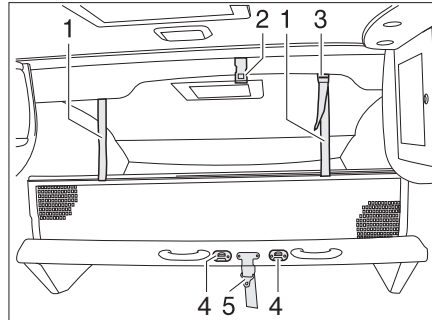

Fig. 151 Letto basculante, manuale
- Assicurare il letto basculante al soffitto (Fig. 151,2) mediante la cintura di ritegno (Fig. 151,5).
- Agganciare la scaletta di accesso al letto basculante con i due archetti incorporati nelle graffe (Fig. 151,4).
- Fare innestare i nastri di sostegno (Fig. 151,1) nei supporti sul soffitto (Fig. 151,2).